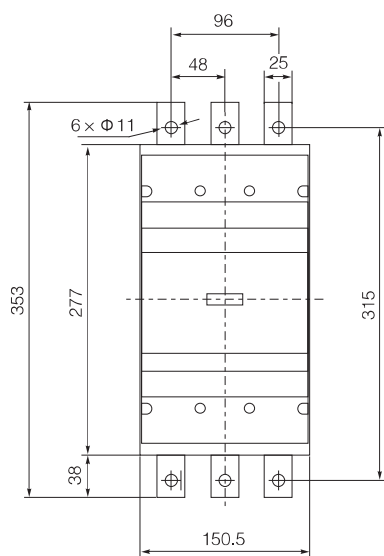

图14
• CFM3E-400插入式板前安装尺寸见图14、15、16